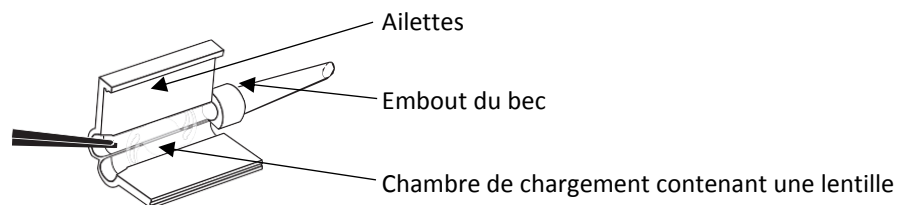

Fig. 1
7. Ouvrir l'ailette de la cartouche, centrer l'implant et positionner les haptiques sur le bord des rainures. Pousser avec précaution l'implant vers le bas à l'aide d'une pince afin de s'assurer que les bords de l'optique soient en place en toute sécurité jusque sous les bords des rainures (Figure 1).